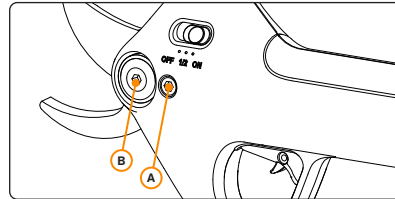

Figura 7. Rimozione del coperchio dell'ingranaggio.
- 2. Rimuovere il coperchio dell'ingranaggio.** Svitare (2) viti a brugola da 4 mm come mostrato nella Figura 7